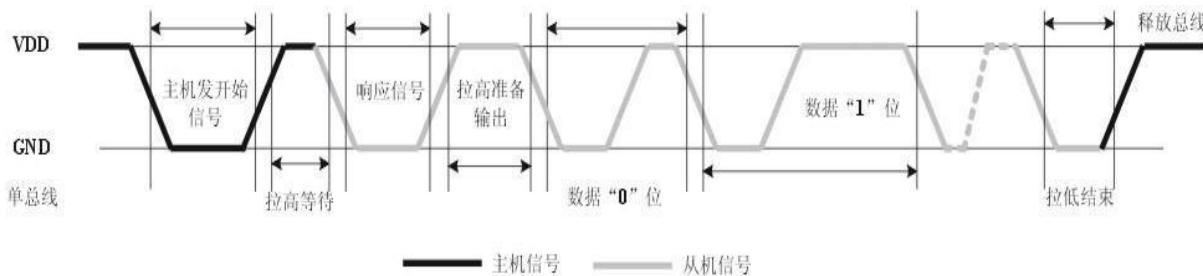

图 3 数据时序图
信号发送如图 3 所示
**注：**为保证传感器的准确通讯，用户在读取信号时，请严格按照表 4 和图 3 中的参数和时序进行设计。